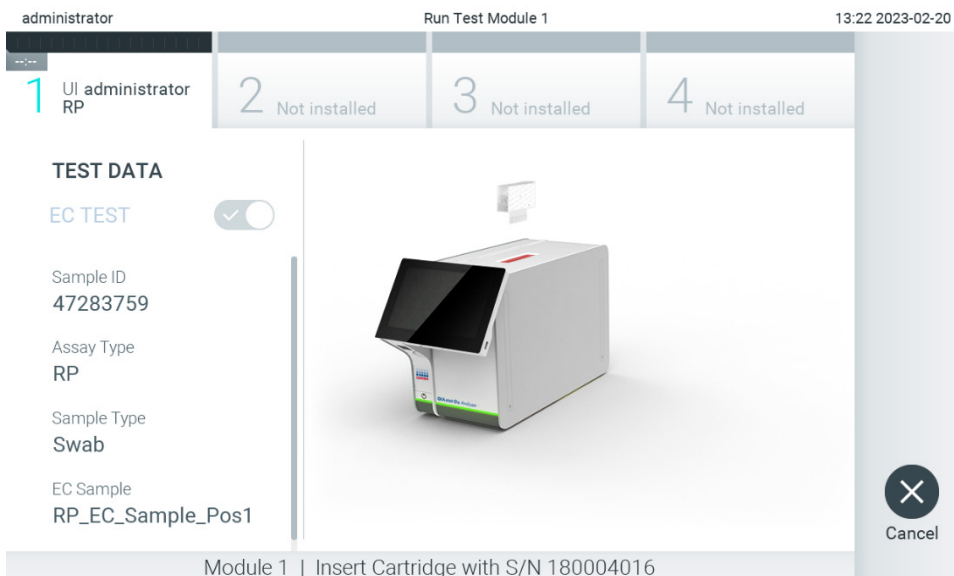

Abbildung 97. Einsetzen von QIAstat-Dx Assay-Kartuschen in den QIAstat-Dx Analyzer 2.0
9. Stellen Sie sicher, dass die Probedeckel der Tupferöffnung und der Hauptöffnung der QIAstat-Dx Assay-Kartusche beide fest verschlossen sind. Sobald sich die Kartuschenöffnung an der Oberseite des QIAstat-Dx Analyzer 2.0 automatisch öffnet, setzen Sie die QIAstat-Dx Assay-Kartusche mit dem Barcode nach links und den Reaktionskammern nach unten ein (Abbildung 97).